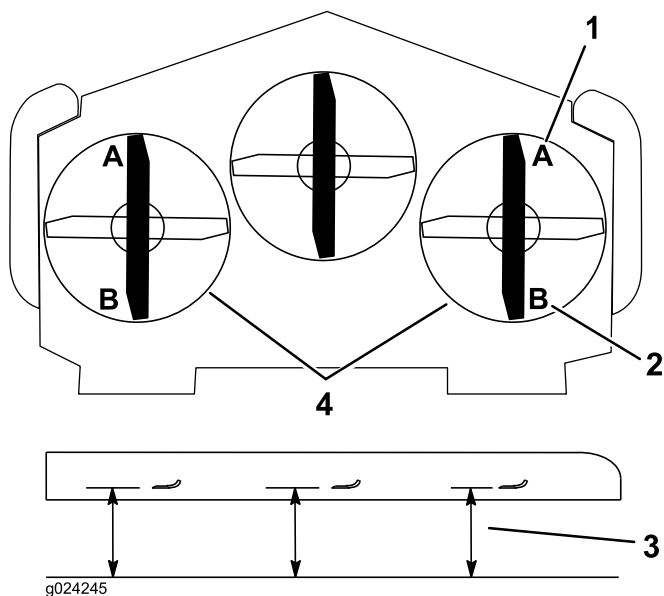

Figura 86
8. Su ambo i lati del piatto di taglio, misurate dalla superficie piana all'estremità anteriore della lama (posizione A) (Figura 86).
Nota: La misura deve essere di 7,6 cm; fate riferimento a Figura 86.
14. Su ambo i lati del piatto di taglio, misurate dalla superficie piana all'estremità posteriore della lama (posizione B). Verificate che la misurazione sia 8,3 cm (Figura 86).